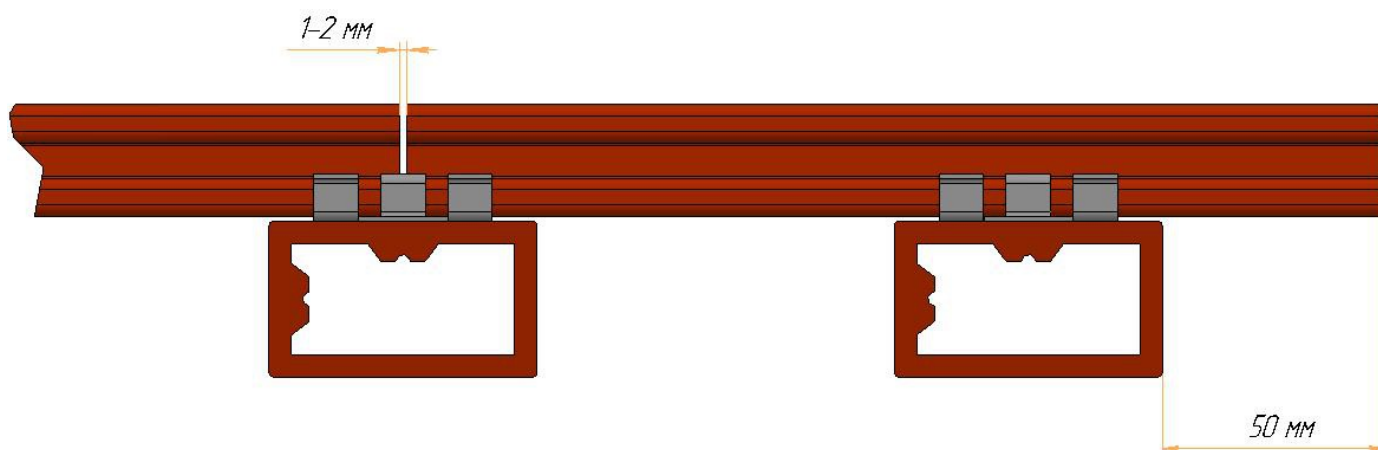

Рис. 2
5.2. Место стыка должно находиться на опорной лаге, а оба конца террасной доски должны крепиться к лаге монтажной клипсой. Рис.2